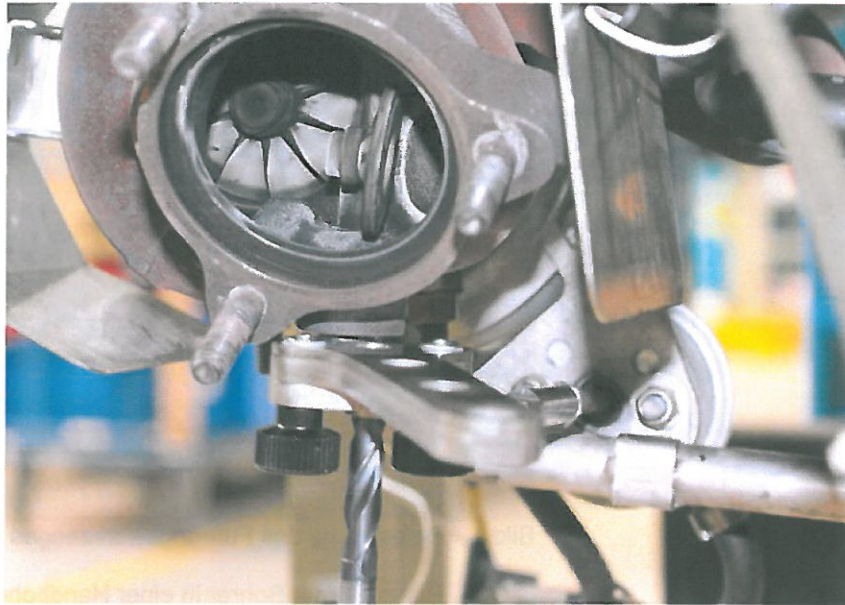

Bild 5 Bohrung zur Befestigung des neuen Stiftes bohren
10. Die Bohrung in den Wastegatehebel bohren und dabei die Führungshülse des Gegenhalters als Bohrerführung verwenden. Gleichzeitig mit dem Gegenhalter den Wastegatehebel festhalten. Siehe Bild 5.